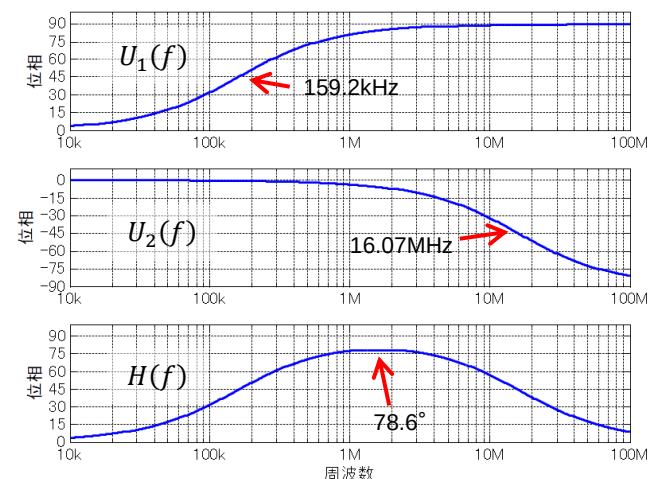
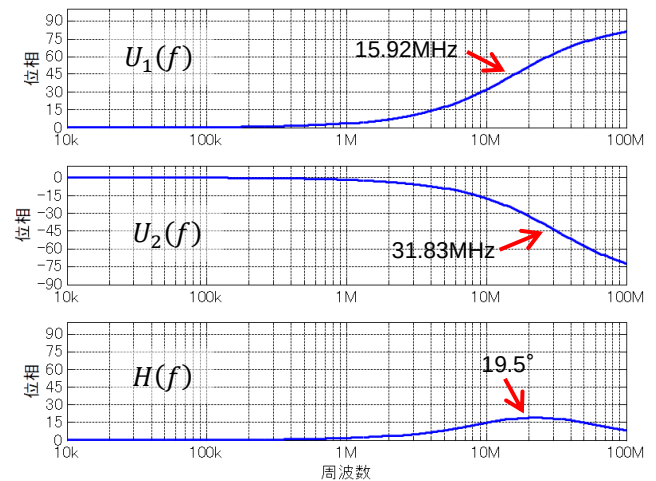

図 11. R_1 を $1\text{k}\Omega$ 、 R_2 を $100\text{k}\Omega$ 、 C_F を 10pF としたときの $U_1(f)$ 、 $U_2(f)$ 、 $H(f)$ それぞれの位相変化のようす
図 13. R_1 を $1k\Omega$ 、 R_2 を $1k\Omega$ 、 C_F を 10pF としたときの $U_1(f)$ 、 $U_2(f)$ 、 $H(f)$ それぞれの位相変化のようす
図 11 は R_1 を $1\text{k}\Omega$ 、 R_2 を $100\text{k}\Omega$ 、 C_F を 10pF としたときの $U_1(f)$ 、 $U_2(f)$ それぞれの位相変化と回路全体 $H(f)$ の位相変化を、数値計算により得たようすです。 R_1 、 R_2 の比を大きくしていますので、回路の増幅率が高い $[G = 100 \text{ (40dB)}]$ 、一方で帰還率は低い $[\beta = 1/G = 1/100 \text{ (-40dB)}]$ 条件になっています。
この状態で図 11 に相当する $U_1(f)$ 、 $U_2(f)$ 、 $H(f)$ の位相変化を数値計算してみたものを図 13 に示します。 f_{U1} と f_{U2} とが近いことにより、回路全体 $H(f)$ の位相の最大進み量は 19.5° に低下しています。形成された最大位相進み量が思いのほか小さいことが分かります。
という式で計算することができます (単位は radian)。この式 (18) での計算結果と、図 11 や図 13 の結果は符合していることも分かります。なおこの式が得られる説明は、さらに記事が長くなるので割愛します (汗…。導出できないわけではありません…。自分で考えたものですから)。